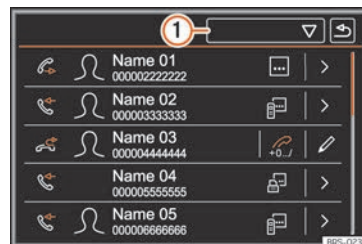

Fig. 229 Menu Appels (listes d'appels).
- Appuyez sur la touche de fonction (▽) » » fig. 229 **1**.